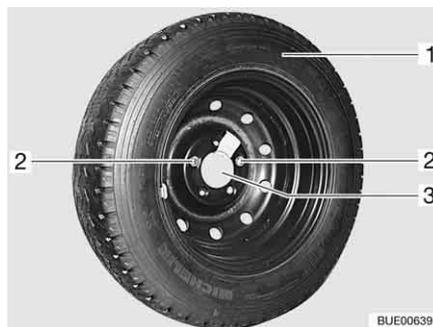

Fig. 250 Suporte da roda sobresselente na garagem
- Desenrosque ambos os parafusos de fixação (Fig. 250,2) com a ferramenta de bordo e retire-os.
- Retire a roda sobresselente (Fig. 250,1) do suporte (Fig. 250,3).